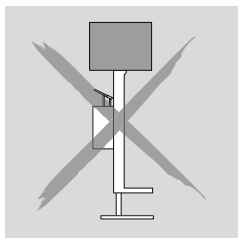

Fig. 4.2
- Las cargas solamente se pueden elevar por un lado. La carga no se debe elevar por completo (fig. 4.2).